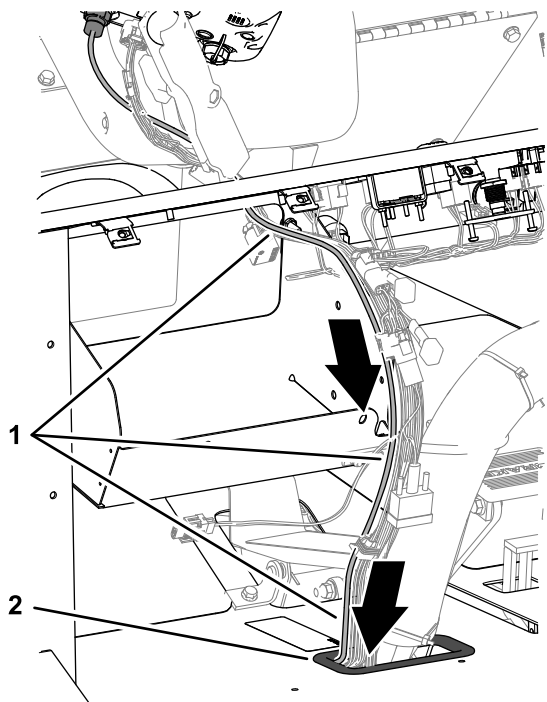

**Figura 159**
1. Enrute el cable de datos del módem por el compartimento de almacenamiento (Figura 159).